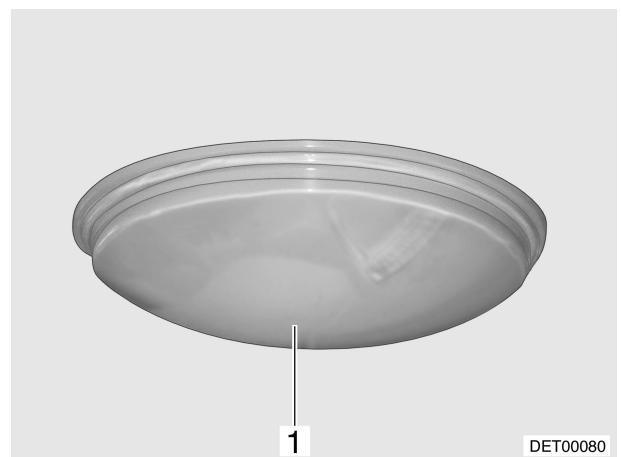

Bild 149 Deckenleuchte
- Glas (Bild 149,1) drehen und abnehmen.